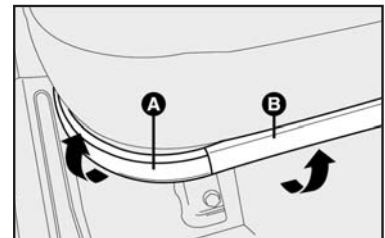

fig. 111
5) Para versões com banco deslizante, levantar a alavanca **A-fig. 111** de retenção dos encostos, localizada sob o assento do banco (à esquerda e à direita) e basculá-los para a frente. A alavanca **A-fig. 111** serve também para regular a posição do encosto. Operando na alavanca **B-fig. 111** é possível regular o espaço disponível do porta-malas.
4) Levantar a alavanca **B-fig. 111** e abaixar o encosto.
3) Para versões com banco traseiro deslizante, levantar a alavanca **A-fig. 111** (direita e esquerda) e acompanhar o encosto na posição ereta.